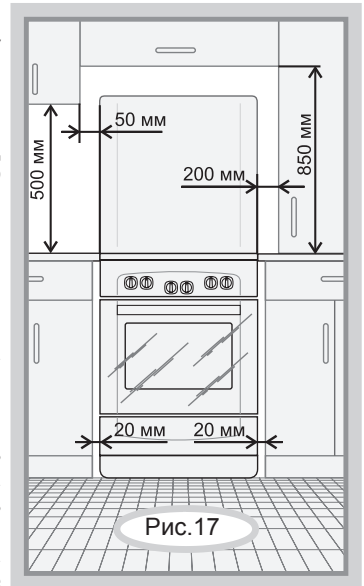

Рис.17
- Минимальные расстояния, которые необходимо выдержать при установке плиты, показаны на рис.17. Задняя стенка варочной панели плиты должна отстоять от поверхности стены не менее чем на 50 мм.